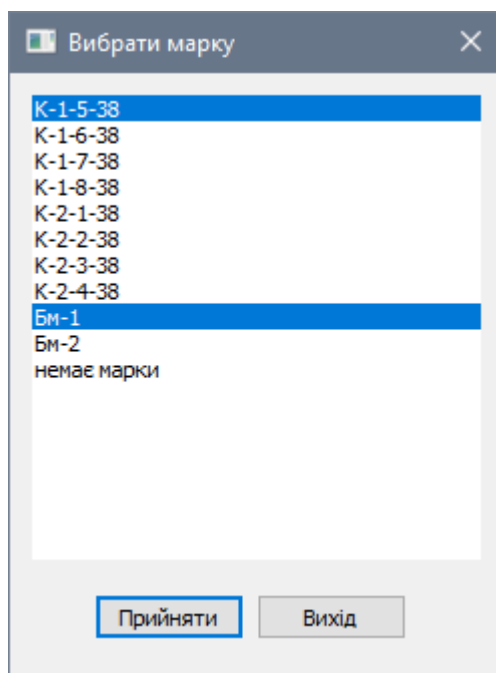

Рис. 27.36. Діалогове вікно **Вибрати марку**
- викличте діалогове вікно **Вибрати марку** (рис. 27.36) натисканням по кнопці ... навпроти параметру **Маркування**;